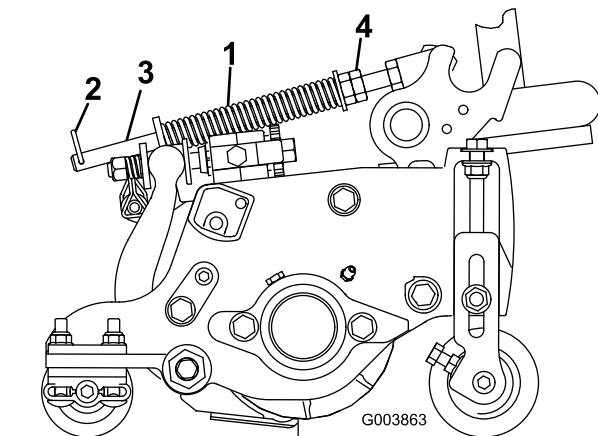

Figura 12
La molla di compensazione del manto erboso (Figura 12) trasferisce il peso dal cilindro anteriore al cilindro posteriore, per contribuire a ridurre l'ondulazione del manto erboso, detta anche fluttuazione o bobbing.
1. Verificate che la coppiglia sia montata nel foro posteriore dell'asta della molla (Figura 12).
2. Serrate i dadi esagonali sulla parte anteriore dell'asta della molla fino a ridurre la lunghezza compressa della molla a 12,7 cm sugli elementi di taglio da 5 pollici dei Reelmaster 5210 e 5410, oppure a 15,9 cm sugli elementi da 7 pollici dei Reelmaster 5510 e 5610 (Figura 12).